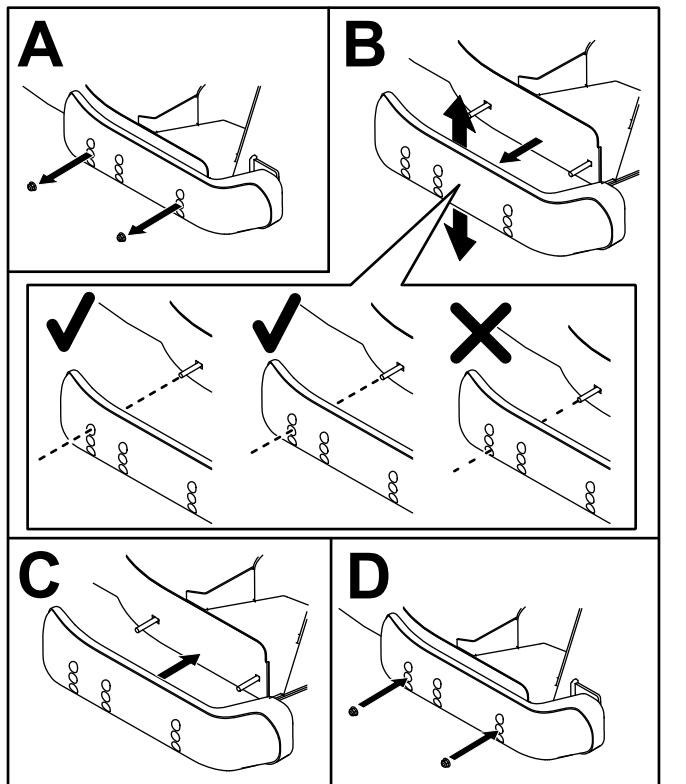

Figure 15
3. Placez le patin à la position voulue et fixez-le à l'unité de coupe avec les boulons à embase et les écrous (Figure 15).